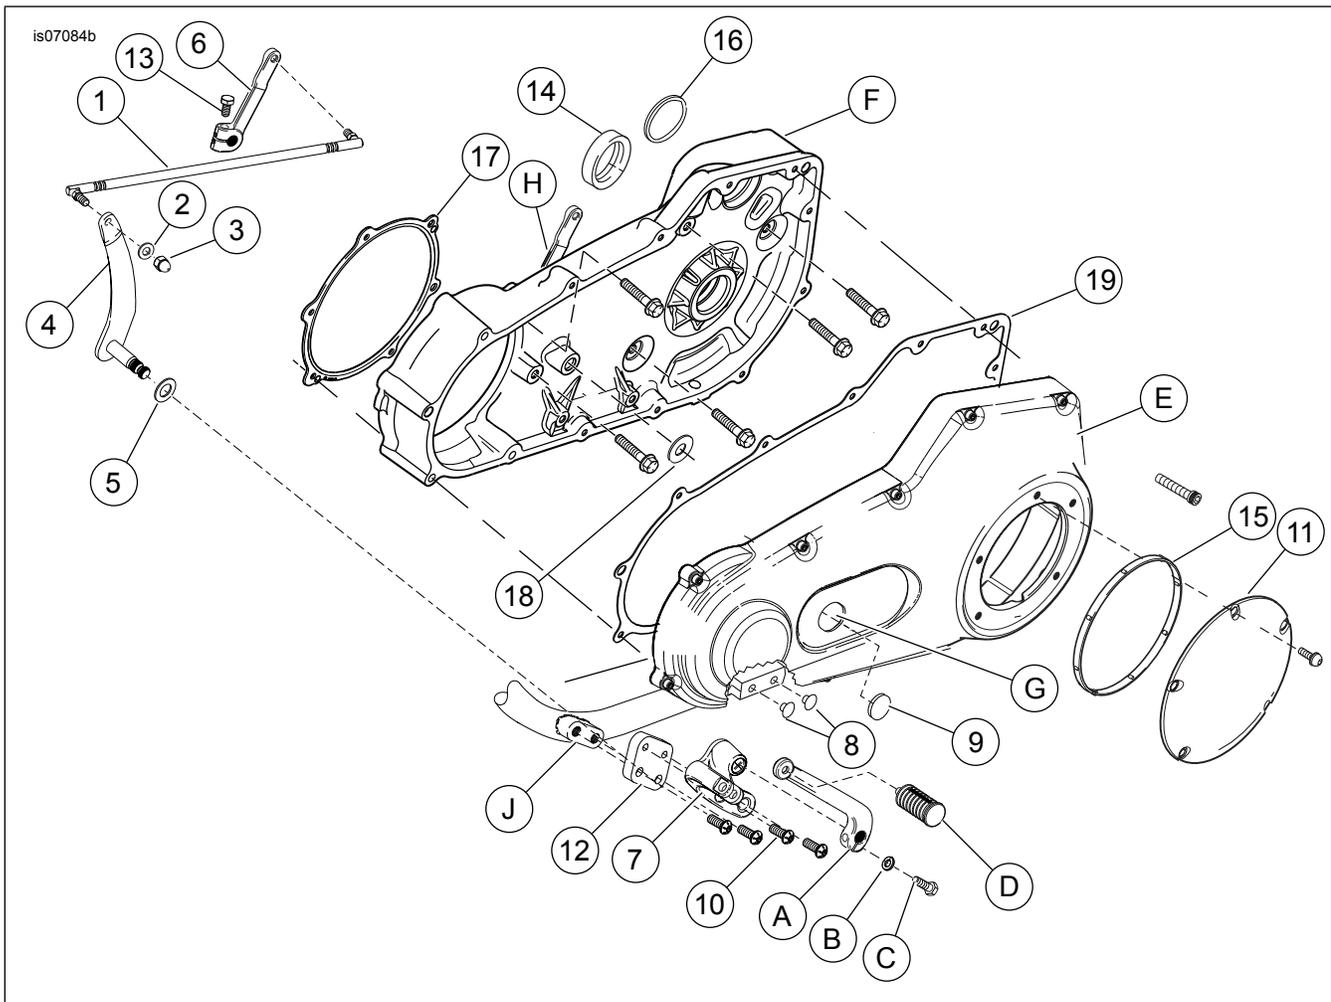

Figure 4. Pièces détachées : Kit de commande au pied l'avant à commandes rapprochées
Voir Figure 4 et Tableau 1 et Figure 5 et Tableau 2.
2. Voir Figure 4. Déconnecter la tringlerie du sélecteur de l'arbre de sélection et du levier (4).
4. Pousser les bouchons de trou (8) du kit dans les trous de vis sur le cadre, là où l'ensemble de repose-pied de série était monté.
5. Retirer les bouchons de la monture de cadre de commande avancée (J) et les jeter.
6. Retirer la pédale de sélection de vitesse (A) avec l'appui-pied (D). Conserver pour l'utilisation future. Lors de l'installation du kit noir, transférer la pédale de sélection de vitesse (D) sur la **nouvelle** pédale de sélection de vitesse et jeter la pédale originale.
Voir Figure 4. Avant de retirer le levier de sélection de vitesse de transmission (H), il est nécessaire de marquer l'orientation correcte du levier.
9. Desserrer le boulon du levier (5) et retirer l'ancien levier. Installer le **nouveau** levier de sélection de vitesse du kit (Figure 4, élément 6) sur l'arbre cannelé dans la même orientation que l'ancien levier.
Voir Figure 4. La plaque à commandes rapprochées (12) est installée entre le support de sélecteur et le cadre.
3. Fixations d'étanchéité (5)
7. Vis (4) (longue)
8. Vis (9) (courte)
5. Pousser les bouchons de trou (Figure 4, élément 8) dans les trous de vis sur le cadre, à l'emplacement où était monté l'ensemble de pédale de frein.